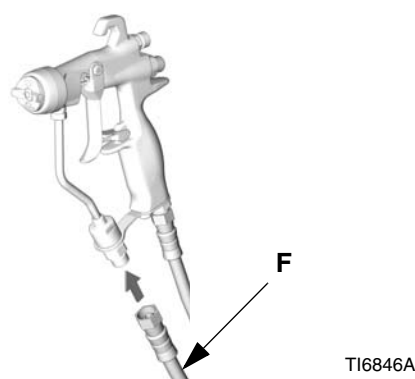

FIG. 4
2. Sluit de materiaalslang (F) aan op de materiaal-inlaat van het pistool. Zie FIG. 4. Installeer desgewenst een wartelconnector (189018) op de pistoolinlaat om zo goed mogelijk te kunnen manoeuvreren. Zie Toebehoren op blz. 35.